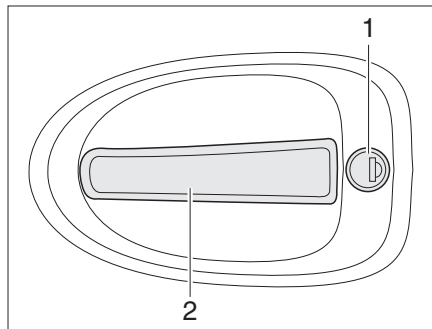

Fig. 38 Serrure de la porte chauffeur, à l'extérieur
Ouvrir: ■ Insérer la clé dans le barillet (Fig. 38,1) et la tourner jusqu'à ce que la serrure de la porte soit déverrouillée.
■ Tirer sur la poignée de la porte (Fig. 38,2). La porte est ouverte.
Verrouiller: ■ Insérer la clé dans le barillet (Fig. 38,1) et la tourner jusqu'à ce que la serrure de la porte soit verrouillée.